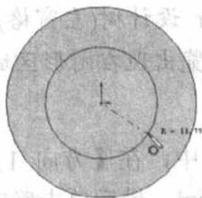
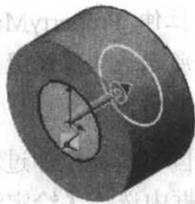

图 1.10 绘制圆
图 1.11 拉伸切除预览
- (10) 单击草图绘制工具栏上绘制圆的按钮。
(11) 将指针移到草图原点处，单击原点，然后移动鼠标指针来生成圆，如图 1.10 所示。
(12) 再次单击即完成圆，通过左窗格中的拉伸 PropertyManager 的 FeatureManager 设计树准确标注尺寸，使圆半径为 10mm。
(13) 单击按钮，退出草图。
**提示：** 拉伸 PropertyManager 出现在 FeatureManager 设计树(左窗格)中，单击标准视图工具栏上的上下二等角轴侧按钮，草图视图变为上下二等角轴侧，拉伸切除预览出现在图形区域中，如图 1.11 所示。